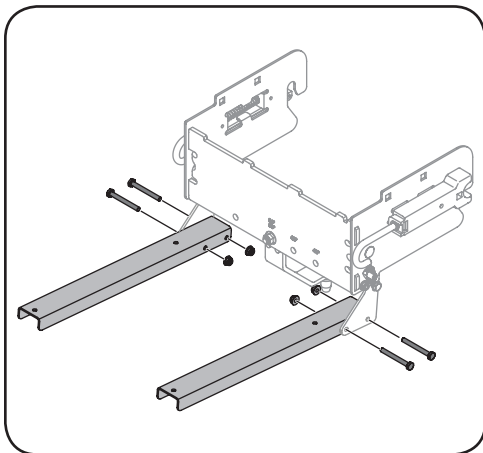

Figura 1-9
10. Asegure las dos ménsulas de carga (Ref. nº 15) al interior de los soportes bisagra con dos tornillos hexagonales (Ref. nº 18) y dos tuercas de seguridad bridadas por par de soportes como se observa en la Figura 1-9.